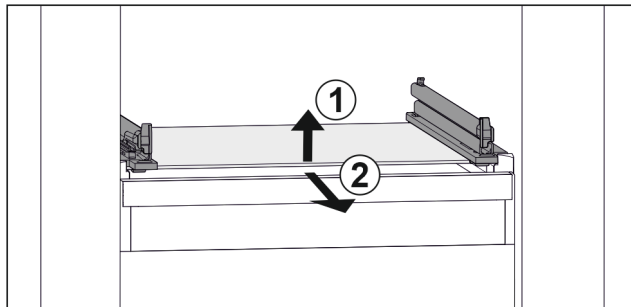

Fig. 81 Примерное отображение стеклопакета
- ▶ Приподнимите стеклопакет спереди. Fig. 81 (1)
- ▶ Извлеките стеклопакет движением вперед. Fig. 81 (2)